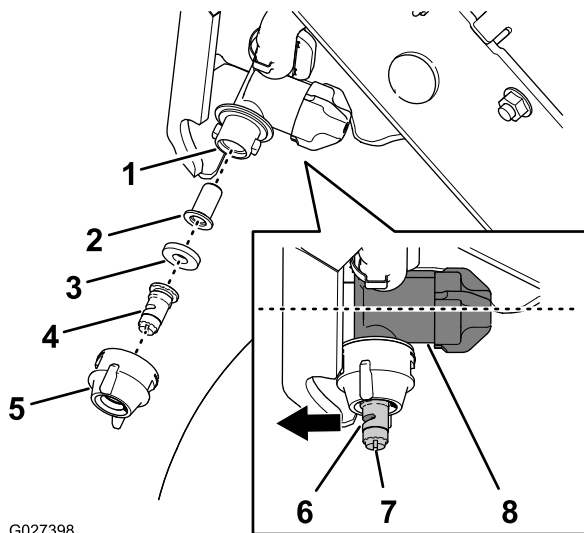

Figure 49
- Tournez le bouchon de buse de 90° dans le sens antihoraire et enlevez le bouchon du corps de la buse (Figure 49).
2. Déposez l'embout du pulvérisateur, le joint et le filtre du corps de la buse (Figure 49).
4. Montez le filtre sur le corps de la buse (Figure 49).
5. Montez l'embout et le joint dans le capuchon de la buse (Figure 49).
6. Reposez l'embout, le joint et le capuchon sur le corps de la buse (Figure 49).
**Remarque:** Utilisez la fente pour faire tourner l'atomiseur (Figure 49) de l'embout en avant (pour l'aligner sur le boîtier du régulateur de débit du corps de la buse).
7. Tournez le capuchon de la buse de 90° dans le sens horaire (Figure 49).